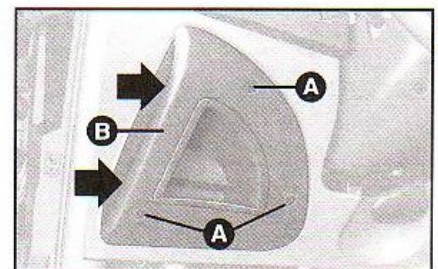

fig. 52
- 1) Soltar os parafusos **A-fig. 52**.